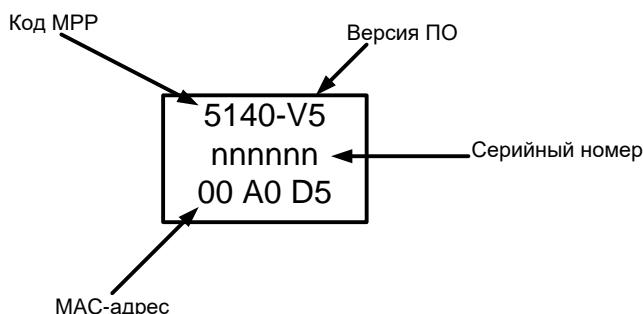

Рисунок 5 - Шильдик на плате МРР
- Поле «**МАС адрес**» содержит уникальный трехбайтовый код, который присваивается МРР на этапе производства. Значение MAC-адреса указано на шильдике, который приклеен на лицевой стороне платы (см. рисунок 5).